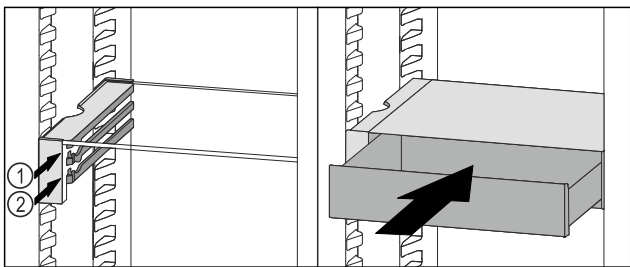

Fig. 66
- ▶ Поставете чекмеджето на VarioSafe зад ограничителите върху желаното ребро Fig. 66 (1) или Fig. 66 (2).